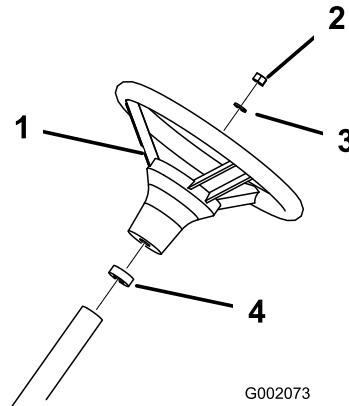

Bild 4
3. Befestigen Sie das Lenkrad mit der Mutter an der Welle (Bild 4). Ziehen Sie die Mutter auf 24-29 N·m an